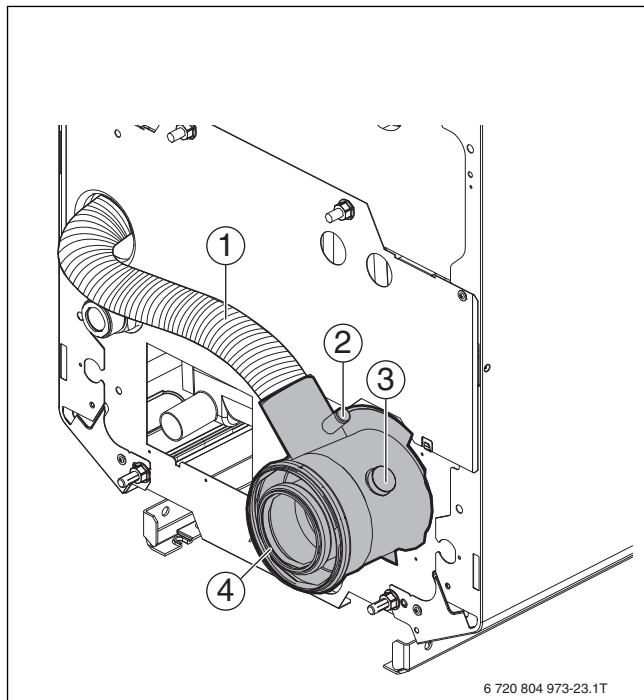

Fig. 24 Buse air-fumées
Les mesures sont effectuées principalement dans le tuyau de fumées (→ fig. 24, [3]) ou dans la buse de raccordement air-fumées (→ fig. 24, [2]).
- Plonger la sonde de mesure à travers l'ouverture de mesure dans la buse de raccordement air-fumées (→ fig. 24, [3]) jusqu'au centre du flux (au milieu du tuyau de fumées) des fumées (température maximale des fumées).